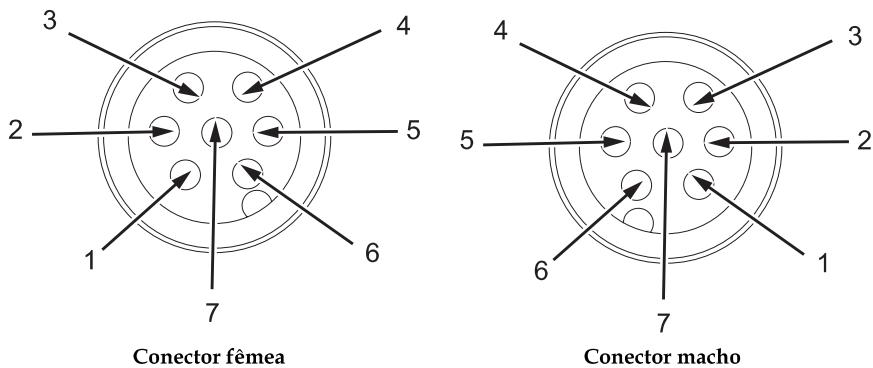

Figura 3-11: Diagrama da pinagem do conector das chaves comutadoras
**Nota:** O conector fêmea (Figura 3-11) representa o ponto de vista do conector na lateral da impressora.